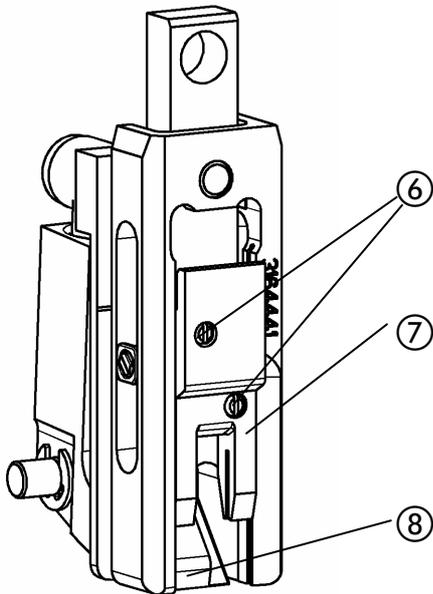

Abb. 38
- Abb. 38 -
- Gewindestifte ⑥ herausdrehen und Treiber ⑦ nach unten aus dem Umbieger schieben.
- Schuhzunge ⑧ nach hinten drücken und Treiber von unten in den Umbieger schieben.